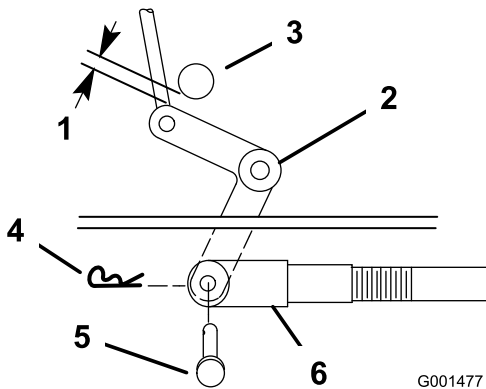
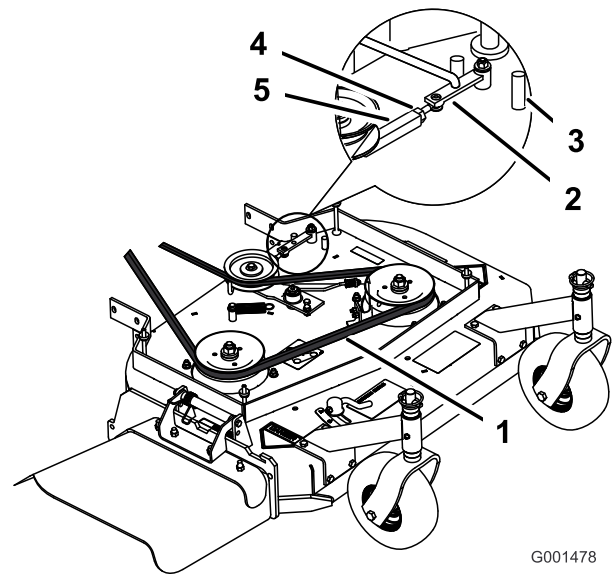
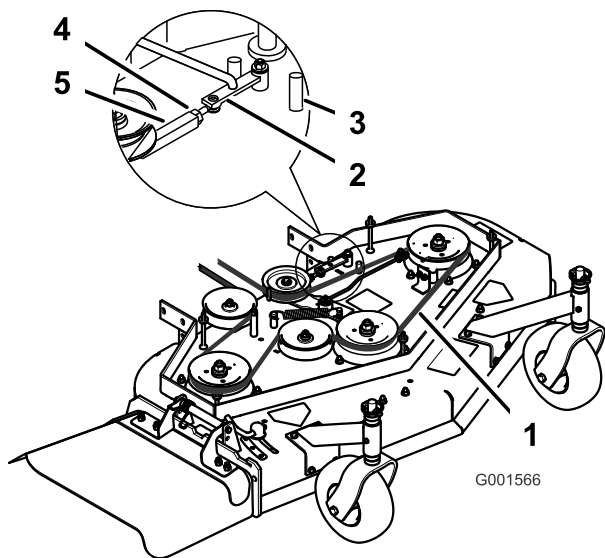

Figura 33
Figura 34
Figura 35
9. Compruebe la distancia entre la palanca acodada y el eje de salida de la transmisión (Figura 33).
11. Gire la horquilla en el sentido de las agujas del reloj para aumentar la distancia; gírela en el sentido contrario para reducirla (Figura 33).
Nota: Si el brazo no entra en contacto con el tope delantero de la plataforma del cortacésped (Figura 34 o Figura 35), ajuste la horquilla para acercar la palanca acodada al eje de salida de la transmisión (Figura 33).